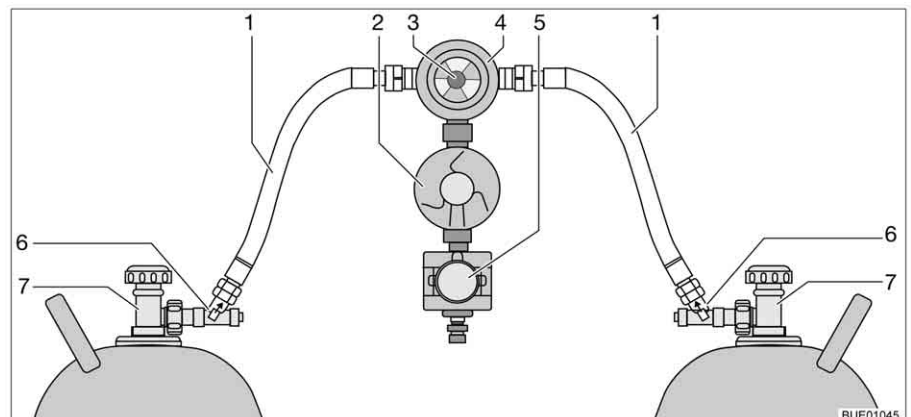

Bild 149 Crash-Protection-Unit-omkopplingsenhet
Crash-Protection-Unit består av två genomflödesbegränsare med manuell frigöring (Bild 149,6), en omkopplingsventil (Bild 149,4) med tryckregulator (Bild 149,2), en elventil (Bild 149,5) och kontrollenheten med trefärgad lysdiod. Omkopplingsventilen är monterad mellan de båda gasslangarna (Bild 149,1).
Med vredet (Bild 149,3) på omkopplingsventilen ställer du in vilken gasflaska som ska användas som driftflaska och vilken som ska användas som reservflaska.
Med kontrollenheten (Bild 150) kan endast de elektriska funktionerna styras. Gasflaskornas huvudavstängningsventiler (Bild 149,7) och frigöringarna (Bild 149,6) måste öppnas för hand.
- Öppna huvudavstängningsventilerna på gasflaskorna (Bild 149,7).
- Tryck in frigöringarna (Bild 149,6) i tio sekunder efter varandra.
- Med vredet (Bild 149,3) på omkopplingsventilen (Bild 149,4) väljs gasflaskan, som ska prioriteras (driftflaska).
- Stäng huvudavstängningsventilerna på gasflaskorna (Bild 149,7).